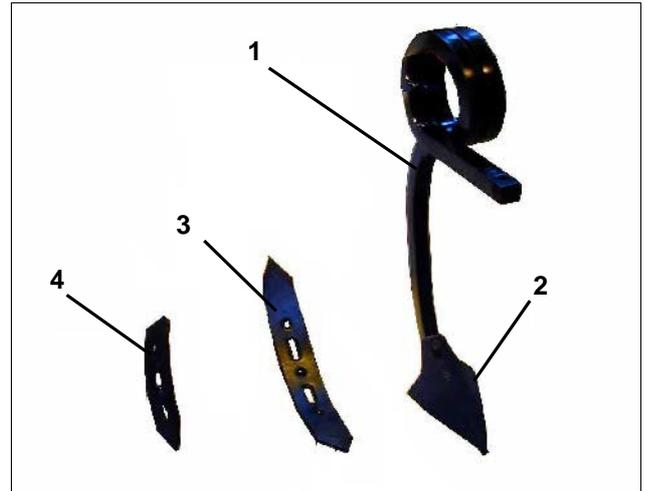

Fig. 7
Die Federzinken (Fig. 7/1) des Centaur sind mit 3 verschiedenen Scharen ausrüstbar:
- Stoppelschar (170mm) (Fig. 7/2): Einsatz bei flacher Stoppelbearbeitung zur Einmischung von Ausfallgetreide und Stroh.
- Wendelschar (75mm) (Fig. 7/3): Einsatz bei mittlerer Krumentiefe; gute Einmischung organischer Masse.
- Schmalschar (50mm) (Fig. 7/4): Einsatz bei die krumentiefer Basislockerung. Bei tiefer Lockerung bleiben Kluten im unteren Bereich.